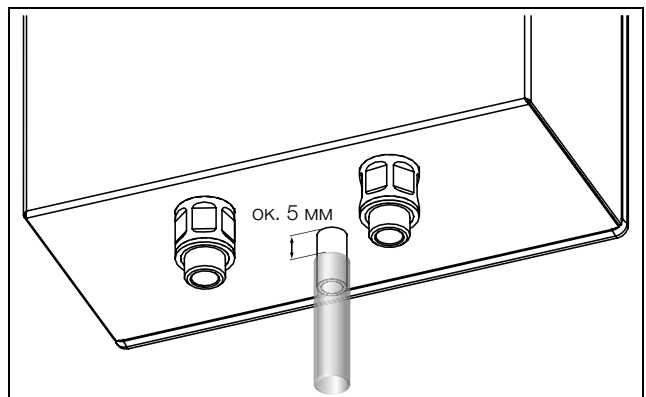

Рис. 8: Подключение отвода конденсата
- Подсоедините подходящий гибкий шланг (Ø 12 мм, 1/2") к штуцеру для отвода конденсата согласно рис. 8 (в нижней части агрегата).
Для простоты мойки необходимо оставить зазор в 5 между шлангом и нижней частью корпуса (рис. 8).